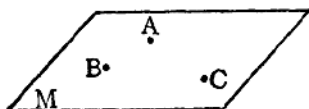

图 11-5
(1) 不在同一条直线上的三点确定一个平面 (图 11-5).